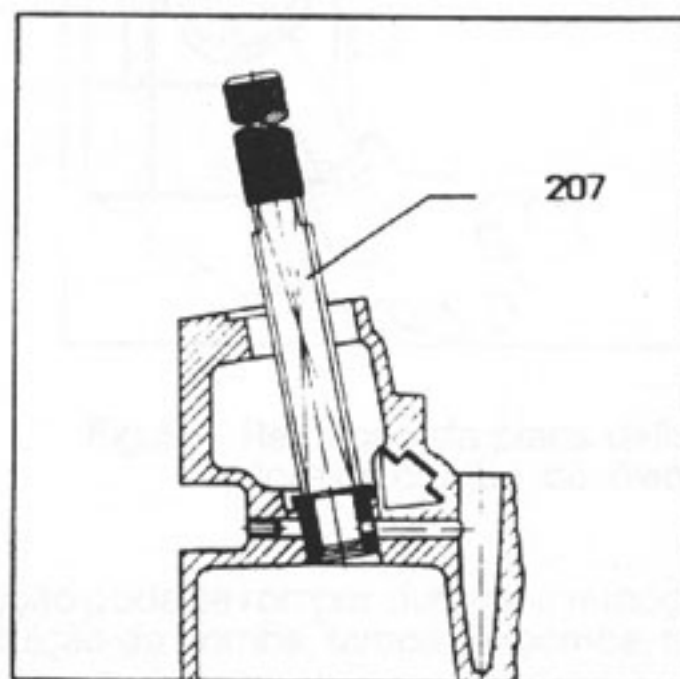

Fig.46 - Montagem da bucha superior
**Bucha superior** - O furo da bucha (seta) deve coincidir com o furo de lubrificação (lado das polias) existente no alojamento da bucha, no bloco (fig.46).